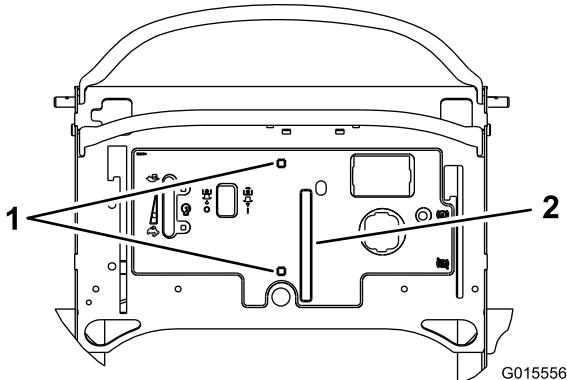

Bild 9
1. Verwenden Sie die Stütze als Schablone und schneiden Sie ein Loch in das Schild für den Fahrgeschwindigkeitshebel und die rechteckigen Löcher für die Schlossschrauben (Bild 9).